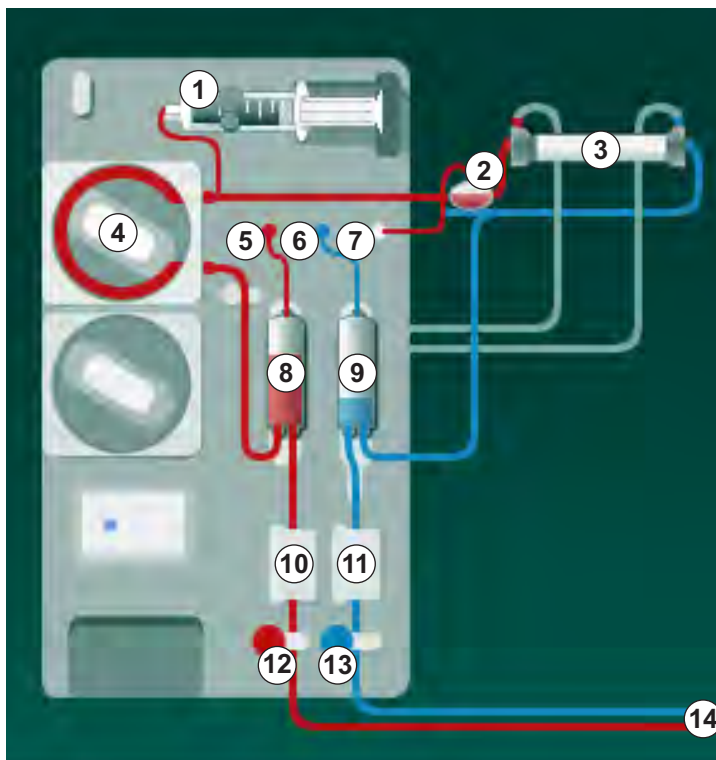

Fig. 9-3 Inserção do sistema de linhas de sangue - Unipunção Cross-Over
1. Coloque o dialisador (Fig. 9-3 , ③) no suporte do dialisador (consulte a secção 5.6 Conexão do dialisador (95)).
- 5 Sensor de pressão arterial (PA)
- 6 Sensor de pressão venosa (PV)